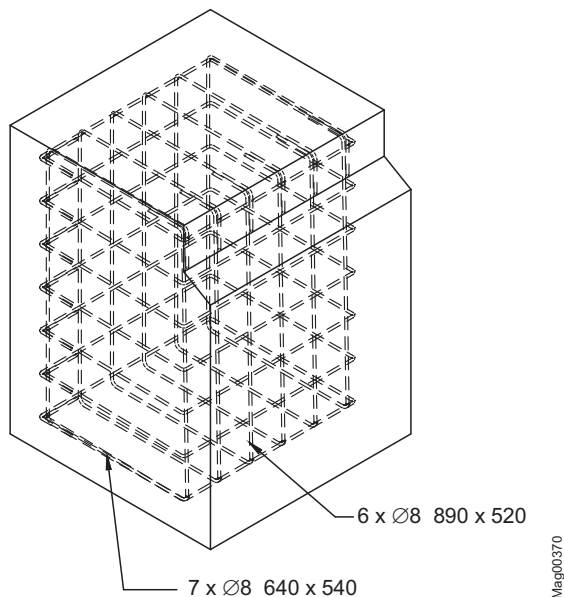

Fig. 15: Armeringsnett Access XXL, mål i mm
- Armeringsnett i henhold til figur Fig. 15.
2. Legg armeringsnett i fundamenthullet i henhold til Fig. 15.